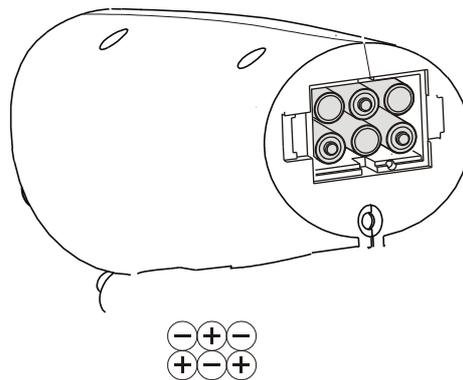

Abb. 6
- Legen Sie sechs AA Batterien gemäß den Polaritätsmarkierungen im inneren des Batteriefachs ein (Abb. 6).